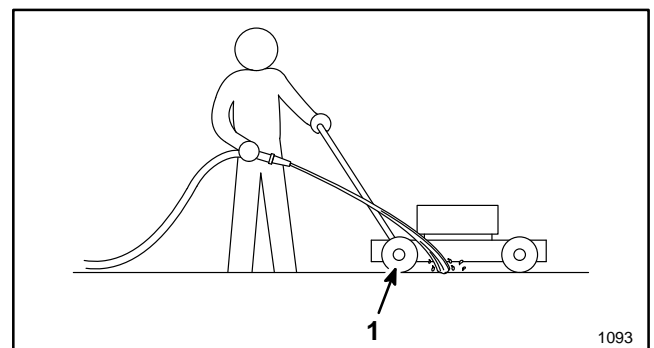

Abbildung 36
4. Den laufenden Gartenschlauch auf Handgriffhöhe halten und den Wasserstrahl etwas vor dem rechten Hinterrreifen auf den Boden lenken (Abb. 36). Das sich drehende Messer saugt das Wasser unter das Gehäuse und wäscht das Schnittgut heraus. Das Wasser einige Minuten lang oder solange laufen lassen, bis kein Schnittgut mehr von unter dem Mäherchassis herausgewaschen wird.